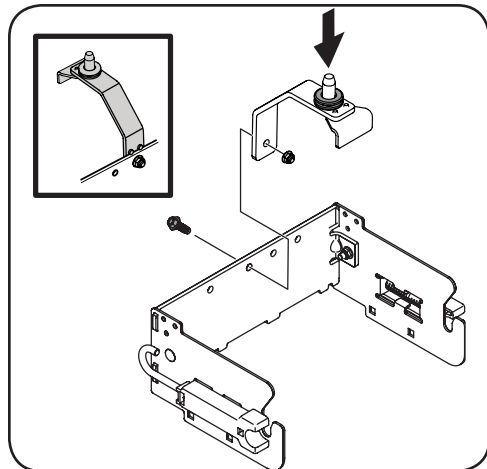

Figure 2-2
3. Retournez l'ensemble du support et montez l'ensemble de support de l'attelage (n° 2) sur l'orifice central du support arrière à l'aide de la vis hexagonale (n° 10) et de l'écrou de blocage à bride (n° 12). Consultez la Figure 2-2.
4. Fixez l'œillet en caoutchouc au niveau de la goupille, au bas de l'ensemble de support. Consultez l'encart de la Figure 2-2.